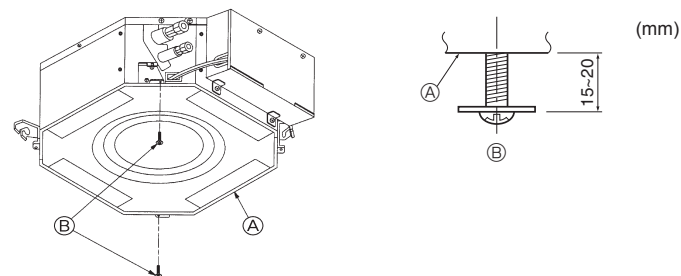

Fig. 8-5
8.3.1. Förberedelser (Fig. 8-5)